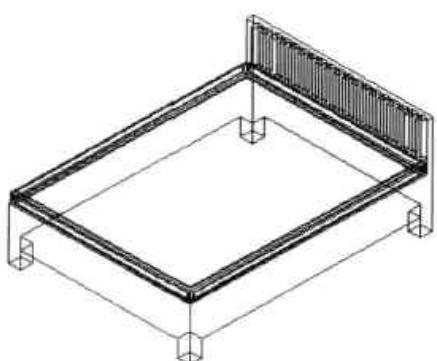

图14-68 合并床模型
**Step15** 执行“并集”命令，对床靠背模型与床板模型进行合并，如图 14-68 所示。